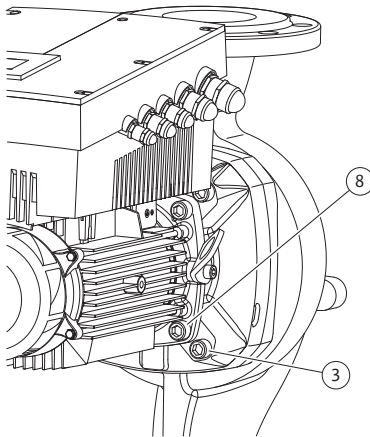

Fig. 50: Moottori-juoksupyöräyksikön vaihtoehtoinen kiinnitys
11. Avaa ruuvit (Fig. 7, kohta 3) ja poista ne. Ota pumpputyypistä riippuen ulommat ruuvit (Fig. 50, kohta 3). Moottori-juoksupyöräyksikkö (katso Fig. 13) jää ruuvien poistamisen jälkeen pumpun pesään. Kallistumisvaaraa ei ole myöskään moottoriakselin vaakasuorassa asennossa.
16. Avaa pumpputyypistä riippuen ruuvit (Fig. 7, kohta 10) tai vaihtoehtoisesti ruuvit (Fig. 50, kohta 8).
22. Työnnä tiivistelaippa varovasti akselin yli ja asemoi se vanhaan tai johonkin toiseen haluttuun kulma-asentoon moottorilaippaan nähden. Kiinnitä tässä huomiota komponenttien sallittuihin asennusasentoihin (katso luku 7.1 "Sallitut asennusasennot ja komponenttien sijoituksen muutokset ennen asennusta" sivulla 79). Kiinnitä tiivistelaippa ruuveilla (Fig. 7, kohta 10) **tai** – pumppu-tyypeissä/tiivistelaippatyypeissä kuten (Fig:ssa 50) – ruuveilla (Fig. 50, kohta 8) moottorilaippaan.